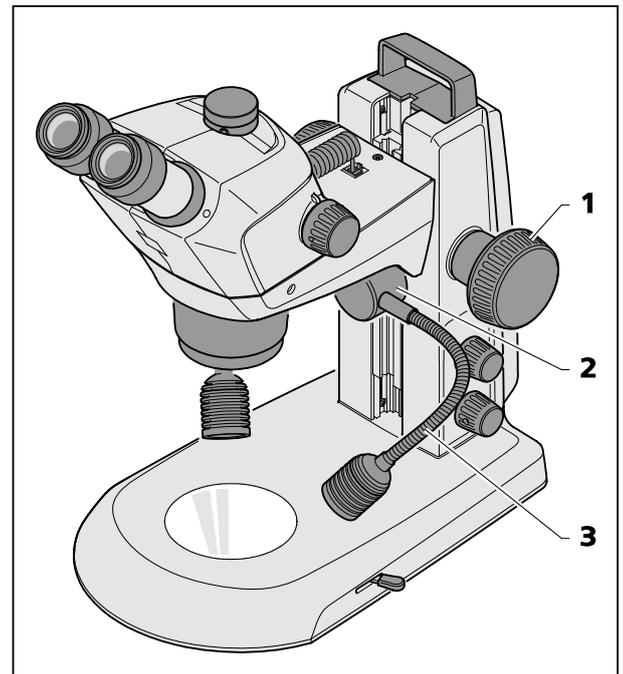

Bild 22 Doppel-Spotleuchte
- Den Mikroskopkörper mittels Fokussierknopf (Bild 22/1) in die oberste Position fahren. Doppelspot-Leuchte (Bild 22/2) in der Führung auf die gewünschte Höhe schieben.
- Durch Verbiegen der beiden Schwanenhäse (Bild 22/3) die Spots so einstellen, dass das Objekt optimal ausgeleuchtet wird.